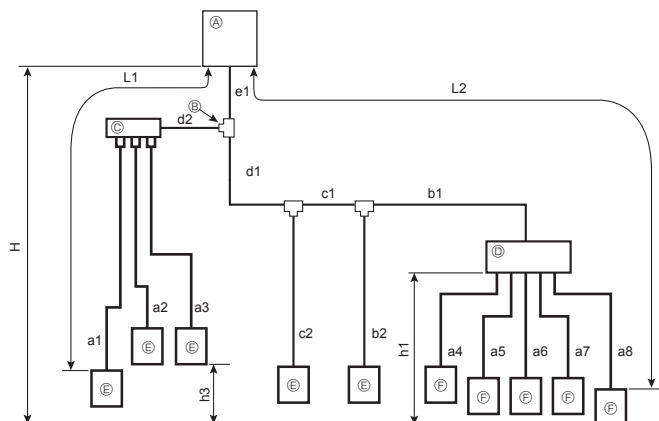

Fig. 4-6 (a)
4.1.3. Sistema misto (unidades interiores City Multi e unidades interiores da série M, S, P (ligação com a caixa de derivação)) (Fig. 4-6)